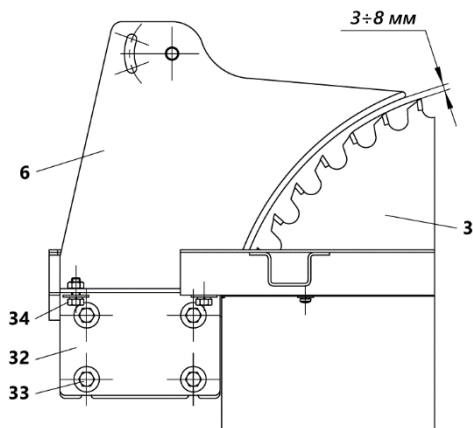

Рисунок 7 Радиальное расстояние
- расположите расклинивающий нож 6 симметрично по центру в плоскости пильного диска 3, предварительно освободив фиксацию болтов 34 (рис. 7);